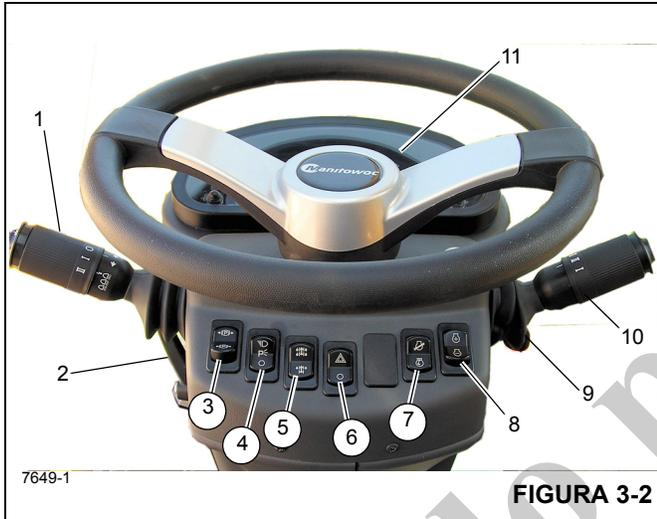

Figura 3-2 - Números de artículos
Todos los controles e indicadores para el uso y monitoreo de las funciones de la grúa se encuentran en el interior de la cabina de la grúa Figura 3-2 e incluyen lo siguiente:
El conjunto de la columna de dirección en la Figura 3-2 es una columna de dirección telescópica e inclinable tipo pedestal. Es posible inclinar la columna hacia adelante 30° o se puede elevar en forma vertical aproximadamente 2.5 pulg. Además, incluye el interruptor de encendido y la pantalla del medidor del bus CAN (11) (Figura 3-2).
La palanca de los señalizadores de viraje y los controles del limpia/lavaparabrisas (1) (Figura 3-2) se encuentran en el lado izquierdo de la columna de la dirección. Empuje la palanca de señalizadores de viraje hacia abajo para que las luces señalizadoras delantera y trasera izquierdas destellen. Empuje la palanca de señalizadores de viraje
La columna de control de dirección se puede girar hacia adelante aproximadamente 30° y se puede elevar aproximadamente 2.5 pulg. Mueva la palanca de control (2) (Figura 3-2) hacia abajo para bloquear la columna de dirección en su lugar; si se gira la palanca hacia arriba, se desbloquea la columna de dirección y puede ajustarse.
El control del freno de estacionamiento (3) (Figura 3-2) se encuentra en la parte delantera de la columna de dirección. Este interruptor de dos posiciones (encendido y apagado) sirve para aplicar y soltar el freno de estacionamiento instalado en la línea impulsora. La luz indicadora roja del freno de estacionamiento en la columna de dirección se ilumina al activarse el interruptor de presión en el sistema de liberación del freno y al aplicarse el freno.
El interruptor de faros (4) (Figura 3-2) se encuentra en la parte delantera de la columna de dirección. Este interruptor de tres posiciones (apagado/estacionamiento/faros) controla el funcionamiento de las luces de los medidores, los LED de los controles y las luces de posición en las partes delantera y trasera y los costados de la grúa. Cuando el interruptor está en la posición de encendido, las luces de la columna de dirección y de interruptores se iluminan.
El selector de eje motriz (5) (Figura 3-2) se encuentra en la parte delantera de la columna de dirección. Este interruptor de dos posiciones se usa para seleccionar la tracción en dos (gama alta) o en cuatro ruedas (gama baja). El interruptor regula una válvula de solenoide (energizado para la tracción en dos ruedas) que acciona los cilindros de gama de marcha y de desconexión del eje en la transmisión. Cuando el interruptor está en la posición de tracción en cuatro
El interruptor de luces de advertencia (6) (Figura 3-2) se encuentra en la parte delantera de la columna de dirección. Al activarlo, el interruptor de dos posiciones hace que los cuatro señalizadores de viraje destellen al mismo tiempo. Cuando el interruptor se coloca en la posición de encendido, las luces de indicador de señalizadores de viraje en la columna de dirección destellarán.
El interruptor de control de diagnóstico/velocidad del motor (7) (Figura 3-2) es un interruptor de dos posiciones, encendido y apagado, que se utiliza para acceder a los códigos de falla del motor o habilitar el control de ralentí lento y las funciones de velocidad del motor.
Función de diagnóstico — Con el interruptor de encendido en la posición de marcha y el motor apagado, presione la parte superior del interruptor de control de diagnóstico/velocidad del motor para visualizar los códigos de falla del motor en la pantalla de la columna de dirección. Si hay más de un código de falla del motor activo, utilice el interruptor de aumento/reducción (8) (Figura 3-2) para navegar hacia adelante o hacia atrás a través por los códigos de falla. Si no hay códigos de falla del motor, se mostrarán ceros en la pantalla de la columna de dirección.
Función de ralentí del motor — Con el motor en funcionamiento y la parte superior del interruptor de control de diagnóstico/velocidad del motor presionada, se puede ajustar la velocidad de ralentí lento del motor mediante el interruptor de aumento/reducción (8) (Figura 3-2).
Función de ralentí del motor — Con el motor en funcionamiento y la parte inferior del interruptor de control de diagnóstico/velocidad del motor presionada, se puede ajustar la velocidad del motor mediante el interruptor de aumento/reducción (8) (Figura 3-2).
El interruptor de aumento/reducción (8) (Figura 3-2) es un interruptor momentáneo de tres posiciones con la posición en el centro de apagado. Utilice este interruptor para navegar hacia adelante o hacia atrás a través de los códigos de falla del motor o ajustar la velocidad del motor.
Función de diagnóstico — Con el interruptor de encendido en la posición de marcha, el motor apagado y la parte superior del interruptor de control de diagnóstico/velocidad del motor (7) (Figura 3-2) presionada, presione la parte superior o inferior del interruptor de aumento/reducción para navegar hacia arriba o hacia abajo por los códigos de falla del motor que se muestran en la pantalla de la columna de dirección. Si no hay códigos de falla del motor, se mostrarán ceros en la pantalla de la columna de dirección.
Función de ralentí lento del motor — Con el motor en funcionamiento y la parte superior del interruptor de control de diagnóstico/velocidad del motor (7) (Figura 3-2) presionada, presione la parte superior o inferior del interruptor de aumento/reducción para aumentar o reducir la velocidad de ralentí lento del motor.
Función de velocidad del motor — Con el motor en funcionamiento y la parte inferior del motor interruptor de control de diagnóstico/velocidad del motor (7) (Figura 3-2) presionada, el interruptor de aumento/reducción se utiliza para ajustar la velocidad del motor. Presione rápidamente la parte superior del interruptor una vez para ajustar la velocidad del motor al máximo; presione rápidamente la parte inferior del interruptor una vez para ajustar la velocidad del motor a ralentí lento. En caso de que la velocidad del motor esté por debajo del ajuste de velocidad máxima del motor, si se mantiene presionada la parte superior del interruptor, esto causará que la velocidad del motor aumente lentamente; suelte el interruptor una vez alcanzada la velocidad del motor deseada. En caso de que la velocidad del motor esté por encima del ajuste de velocidad mínima del motor, si se mantiene presionada la parte inferior del interruptor, esto causará que la velocidad del motor disminuya lentamente; suelte el interruptor una vez alcanzada la velocidad del motor deseada.
La palanca de cambios de la transmisión (10) (Figura 3-2) se encuentra en el lado derecho de la columna de la dirección. Esta palanca de control acciona la válvula selectora de la transmisión por medios eléctricos. Si se desplaza la palanca hacia arriba se activan las marchas de avance y si se la desplaza hacia abajo se activan las marchas de retroceso. Cuando la palanca se encuentra en el punto muerto, reposa en un tope. Para poder mover la palanca hacia arriba o hacia abajo, tire de ella hacia arriba primero. Para cambiar la transmisión a la primera, segunda o tercera marcha, gire la perilla a las posiciones 1, 2 ó 3.